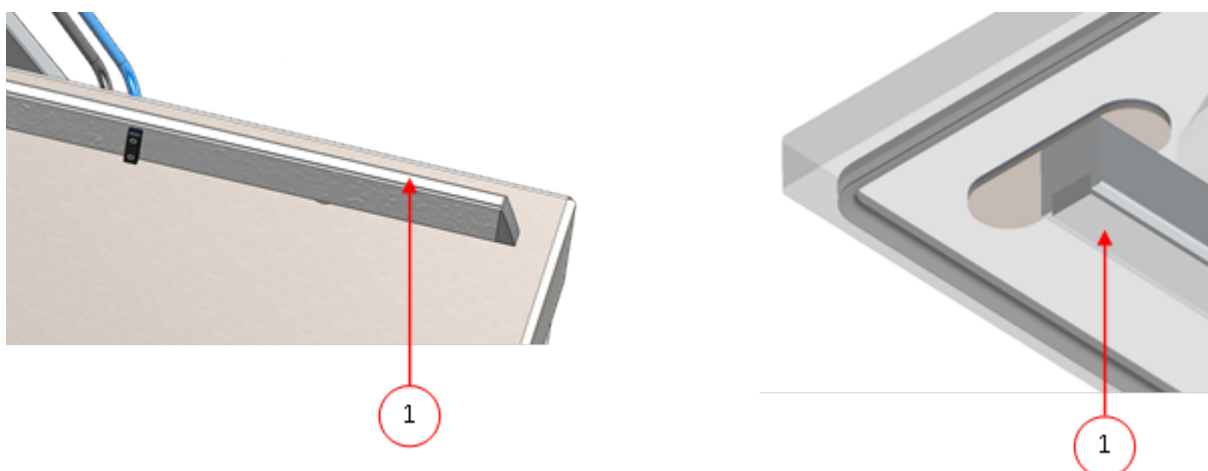

Figura 21: Sustitución de la goma de silicona de los soportes de silicona
1. Tire de la goma de silicona antigua para sacarla del soporte, consulte la *Figura 21: Sustitución de la goma de silicona de los soportes de silicona* en la página 56.